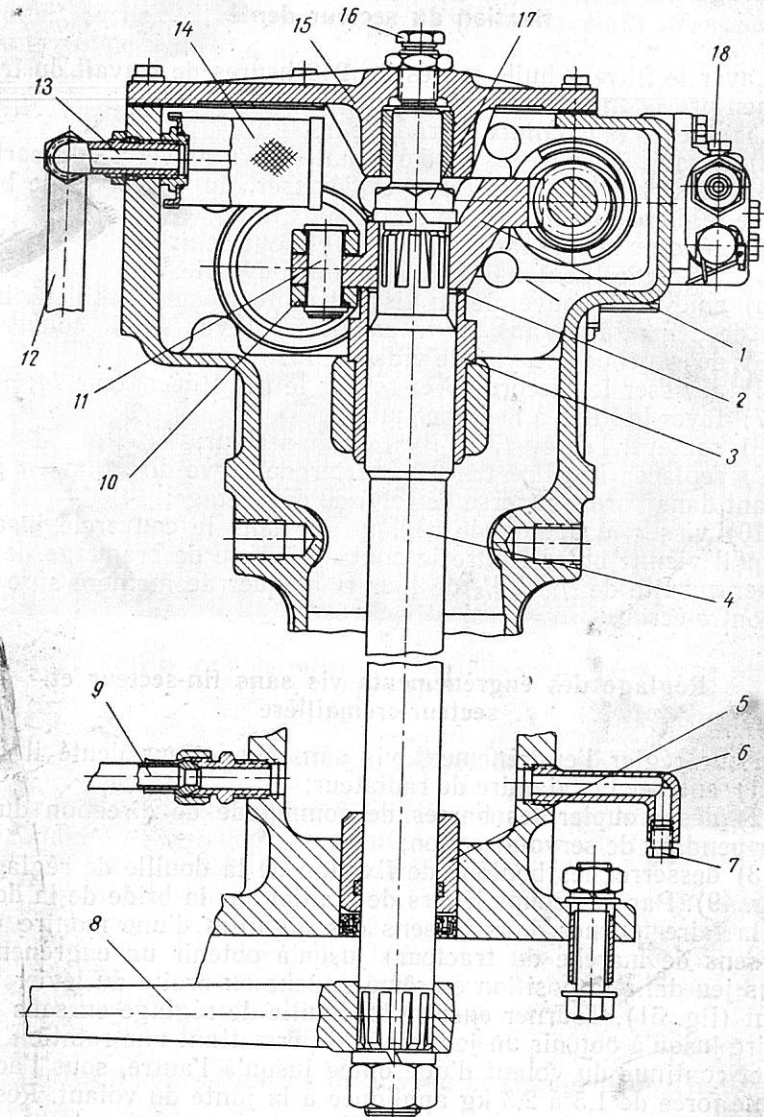

Fig. 50. Schéma de la servo-commande de direction (coupe longitudinale)
- 3) desserrer le contre-écrou et dévisser, du couvercle, le boulon de réglage 16 (fig. 50) de un ou deux tours;
Brancher un manomètre à échelle d'au moins 100 kg/cm² dans la conduite de refoulement allant de la pompe au chapeau de soupape, ou à la place du bouchon 18 (fig. 50).